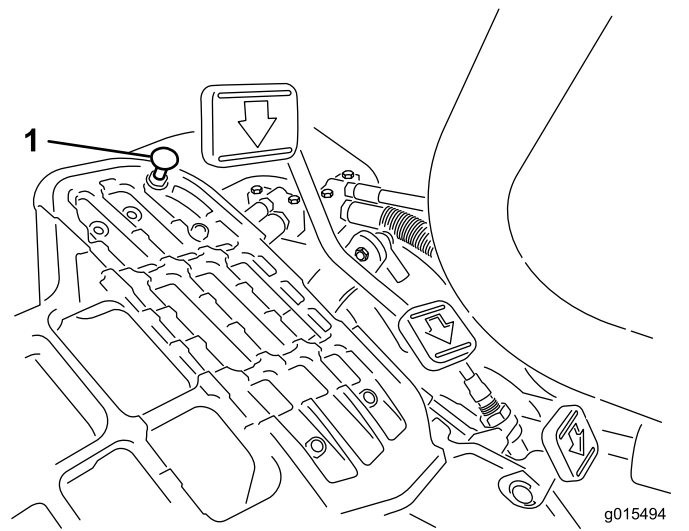

図 41
1. モードレバーを移動走行位置にセットし、ペダルストップを固定しているロックナットをゆるめる 図 41。
モードレバーを移動走行位置にセットし、ペダルを一杯に踏み込めば最高速度となります。ケーブルに張力が掛かる前にペダルがストップ 図 41 に当たる場合には調整が必要です。